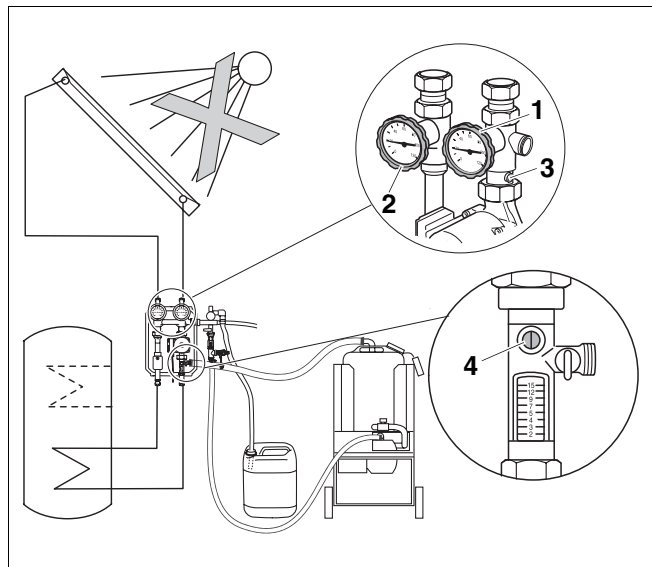

Abb. 12 Rechten Kugelhahn schließen, linken auf Stellung 45° sowie Schwerkraftbremse und Durchflussmengeneinsteller öffnen
- ▶ Schließen Sie bei der Solarstation den rechten Kugelhahn (Abb. 12, **Pos. 1**, solarer Rücklauf) und drehen Sie den linken Kugelhahn (Abb. 12, **Pos. 2**, solarer Vorlauf) auf Stellung 45°, um die integrierte Schwerkraftbremse zu öffnen.
- ▶ Öffnen Sie bei der Solarstation die Schwerkraftbremse (Abb. 12, **Pos. 3**) und den Durchflussmengeneinsteller (Abb. 12, **Pos. 4**).